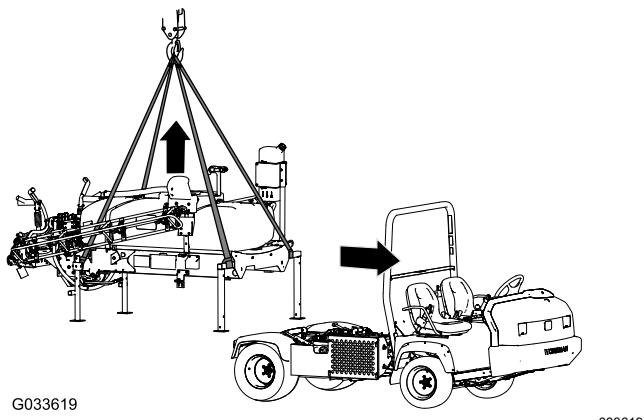

Bild 138
- 5. Befestigen Sie die Hebevorrichtung an den horizontalen Rohren der vorderen Stützböcke und der vertikalen Strebe der hinteren Stützböcke (Bild 138).
- 7. Heben Sie das Behältergestell so weit an, dass das Gestell nicht die Maschine berührt (Bild 138).